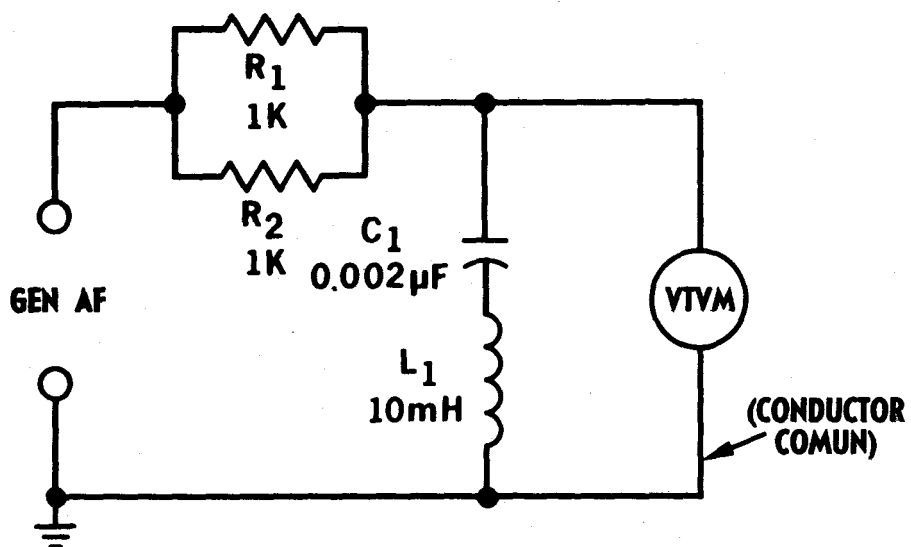

Fig. 38-1
1. Conecte la bobina L_1 , el capacitor C_1 y la resistencia R (R_1 y R_2 en paralelo), todos en serie a la salida del generador de audiofrecuencia. Conecte el VTVM a la parte del circuito en serie que consiste de L_1C_1 , como se muestra en la Fig. 38-1. Asegúrese de que observa la conexión de TIERRA cuando se conecta el VTVM y el generador de AF.